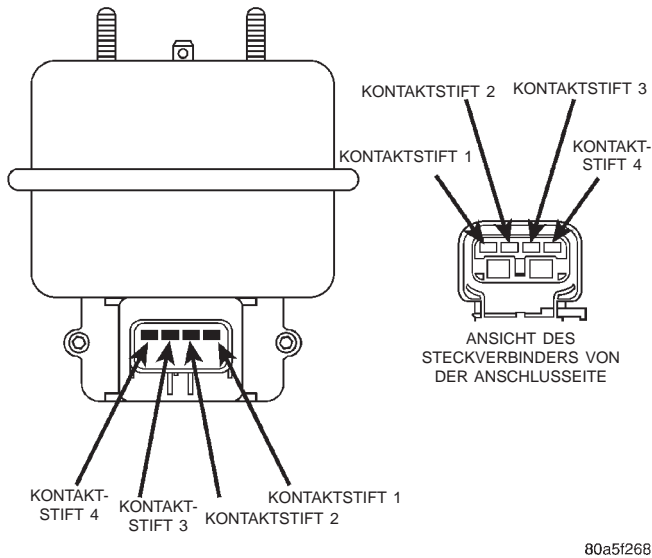

Abb. 5 Steckverbinder des Servoelements
(1) Zündung einschalten (Motor nicht anlassen). Tempomat-Taste "ON" (Ein) drücken.
(2) Den 4-poligen Steckverbinder und den Unterdruck-Kabelbaum vom Servoelement abziehen (Abb. 5).
(3) Überbrückungskabel zwischen Kontaktstift 3 am Servoelement und Kontaktstift 3 im Steckverbinder anschließen.
(4) Kontaktstifte 2 und 4 am Servoelement an Masse legen. Kontaktstifte 1 nicht anlegen.
(5) Unterdruckpumpe am Unterdruckanschluß anschließen und einen Unterdruck von 34-51 kPa (10-15 Zoll Hg) anlegen.
(6) Strafft das Servoelement die Seilzüge, das defekte Servoelement austauschen.
(7) Kontaktstift 1 am Servoelement an Masse legen.
(8) Überprüfen, ob der Gaszug gestrafft wird und gestrafft bleibt, solange die Unterdruckpumpe angeschlossen ist. Nach einer Minute erneut überprüfen, ob der Gaszug gestrafft ist. Ist dies nicht der Fall, das defekte Servoelement austauschen.
(9) Überbrückungskabel von Kontaktstift 3 lösen. Der Seilzug muß in die Grundstellung zurückkehren. Ist dies nicht der Fall, das defekte Servoelement austauschen.
(10) Den 4-poligen Steckverbinder und das Unterdruckbaum an dem Servoelement anschließen.